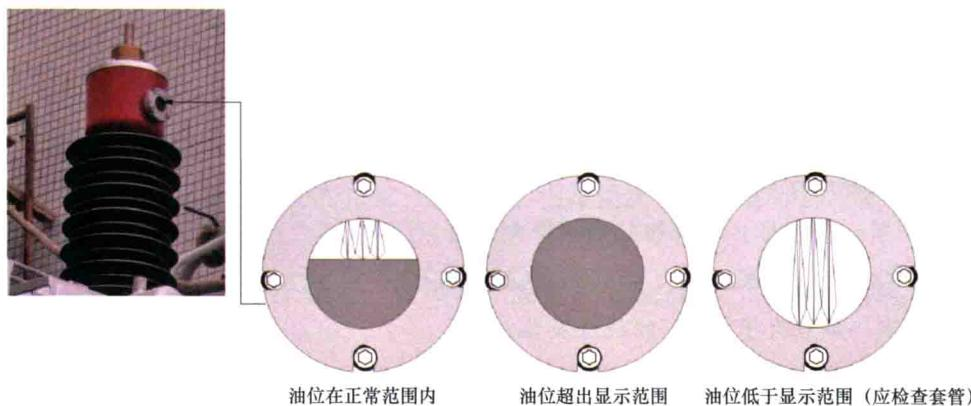

图 1-14 套管油位观察窗
- (5) 绝缘套管。套管起到绝缘作用，固定引线，将内部高、低压引线引到箱外。运行时应经常观察油位表油位变化（见图 1-14），油位过高或过低均需要调节。油位过高时，套管内部压力会变大，内压过大可能导致套管渗漏油，此时可从安装法兰的取油塞处放出适量的变压器油；油位过低则不能保证安全运行，应加入规定的合格的变压器油。